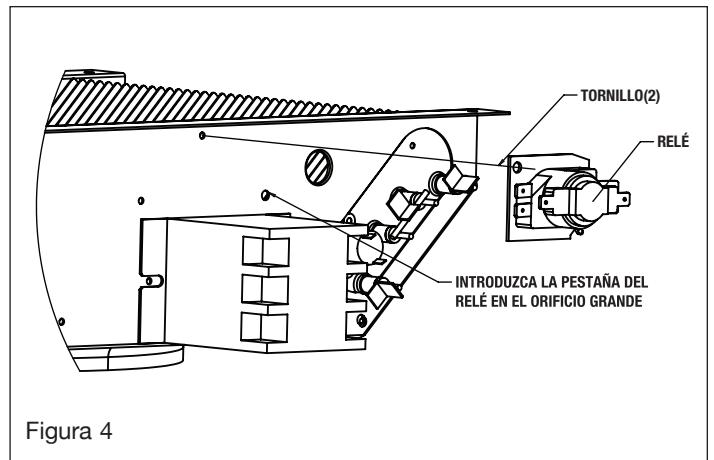

Figura 4
1. Instale en Relé de Control según se muestra en al Figura 4.